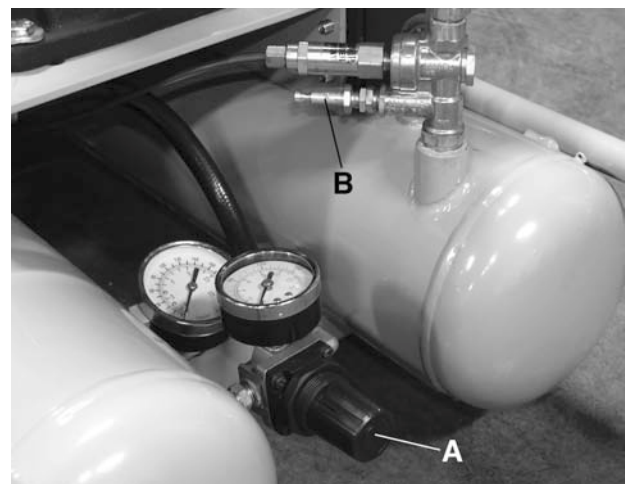

FIGURE 2
2) Tirez et ensuite tournez le régulateur (A) Fig.2 dans le sens anti-horaire pour ouvrir le débit d'air.
3) Déplacez le levier de la soupape de décharge (B) Fig.2 à la position horizontale (position décharge) tel que montré pour permettre à la pompe du compresseur de fonctionner sans compressant l'air dans les réservoirs.
6) Après 15 minutes, déplacez le levier de la soupape de décharge (B) Fig.2 vers le bas (position verticale de charge) et tournez le régulateur dans le sens horaire. La pompe du compresseur commencera à remplir les réservoirs d'air.